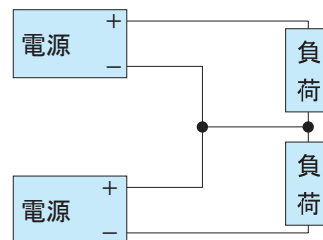

図4.1 直列運転
- 図4.1の配線をするによって、直列運転が可能です。ただし、(a)の場合、出力電流は直列接続している電源のいずれか小さい方の定格電流以下とし、電源内部に定格以上の電流が流れ込まないようにしてください。